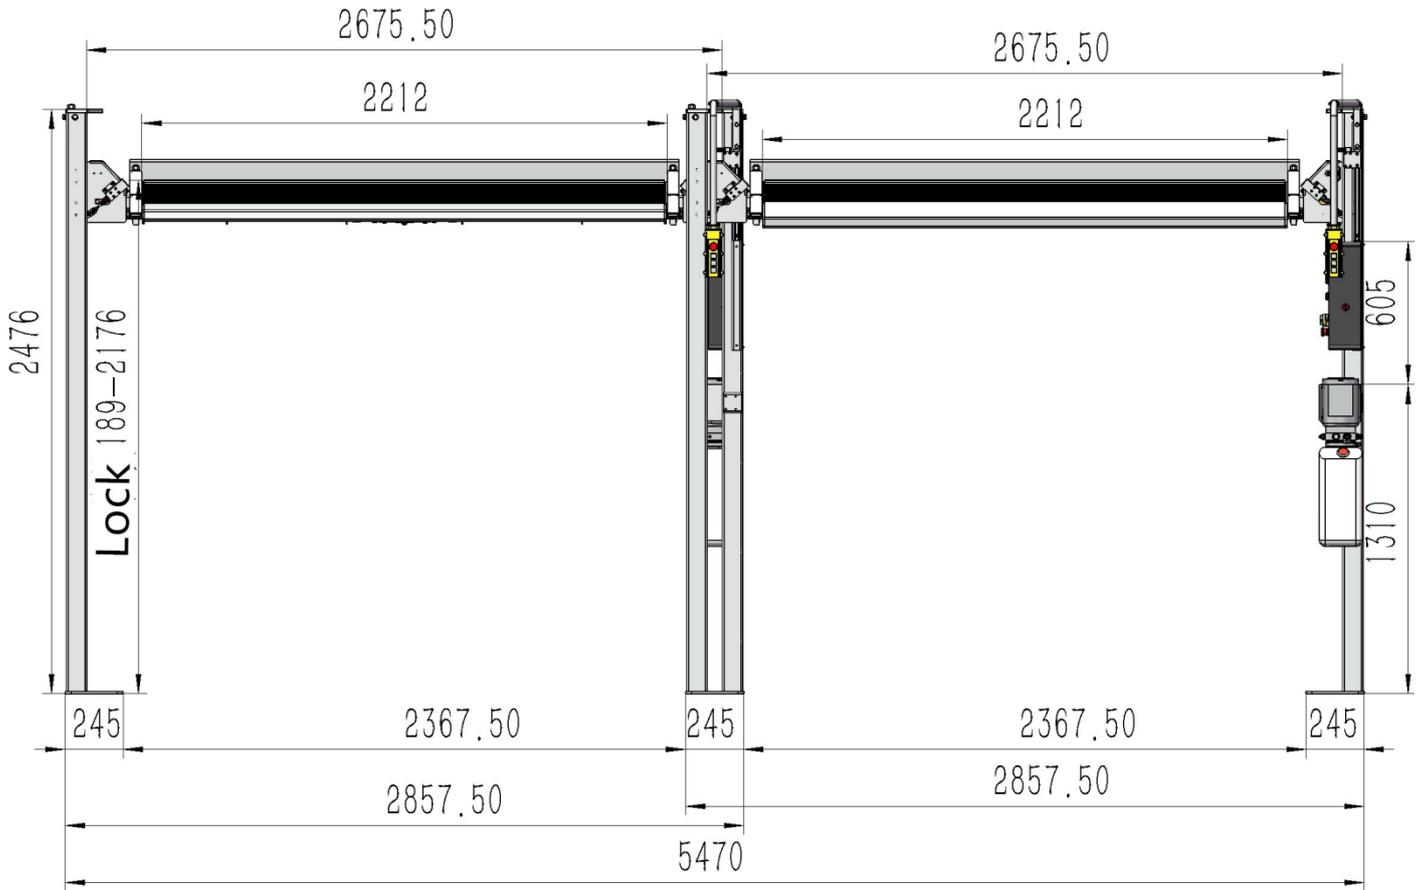
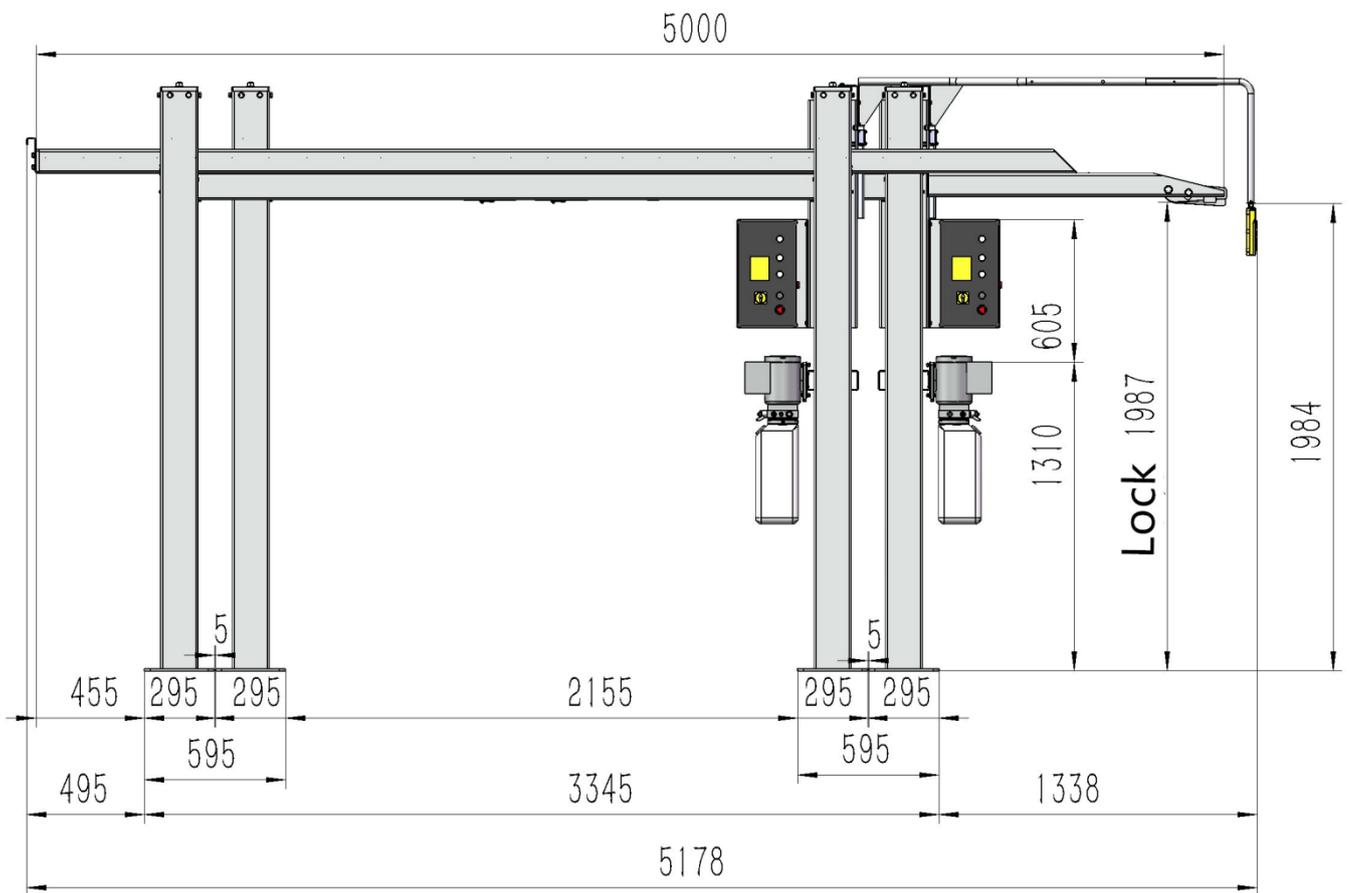

Bild 1
Bild 2
Überprüfen Sie (FIG1, FIG2, FIG3)
- (1) Der Standort des Aufzugs ist entsprechend der Entwurfs- und Planungsanforderungen des gesamten Plans so weit wie möglich so zu platzieren, dass ausreichend Platz vorhanden ist.
- (2) Bestimmen Sie anhand der Fundamentgröße in Abbildung 1 den Installationsort und führen Sie den Strich durch.
- (3) Stellen Sie sicher, dass der Boden keine Mängel aufweist, um eine Betonfestigkeit von 3000 psi (2,1 kg/mm²) sicherzustellen.
- (4) Öffnen Sie den Karton, um zu überprüfen, ob Teile fehlen und Transportschäden vorliegen. Laut Packliste erforderlich.